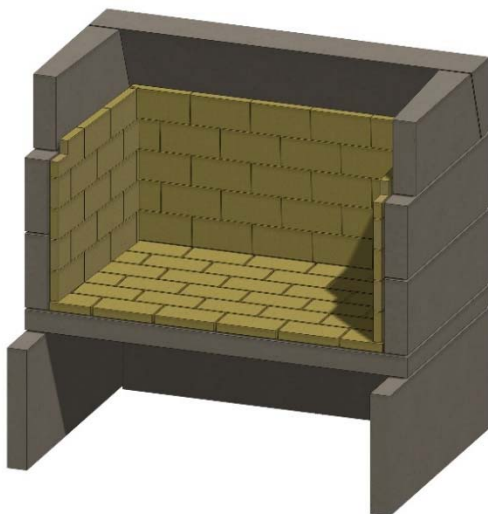

Figura 19. Pared de fuego lateral
K. Instale el ladrillo refractario en las paredes laterales, con el ladrillo colocado de canto. El ladrillo se coloca en aproximadamente 1/3 de la pared lateral superior, y se debe cortar una muesca en el ladrillo frontal de cada lado, para permitirles despejar la pieza del dintel frontal (que se instalará más tarde). Véase la figura 19.